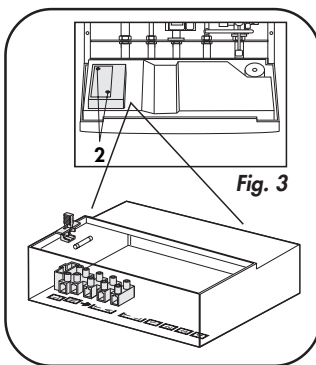

Fig. 3
- Destornillar los dos tornillos (2) de sujeción de la tapa y acceder a las conexiones eléctricas (fig. 3)